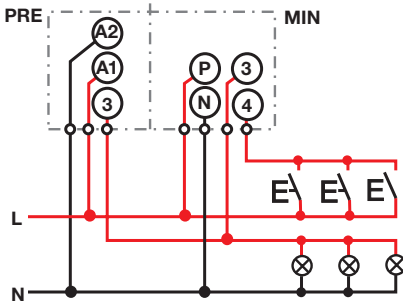

Fig. J6-022: conexión del PRE con MIN. Caso de utilización con el circuito de 4 conductores.
- (A) por el posicionamiento de pilotes en el disco horario (fig. J6-022).